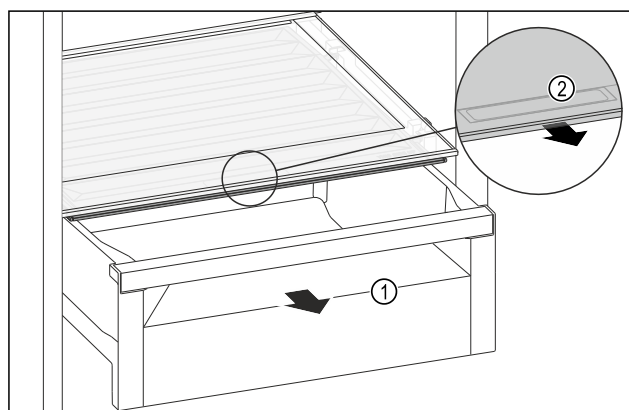

Fig. 172
- ▶ Извлеките выдвижной ящик *Fig. 172 (1)*.
- ▶ Возьмитесь за утопленную ручку *Fig. 172 (2)* на крышке отделения и одновременно потяните крышку отделения вперед.